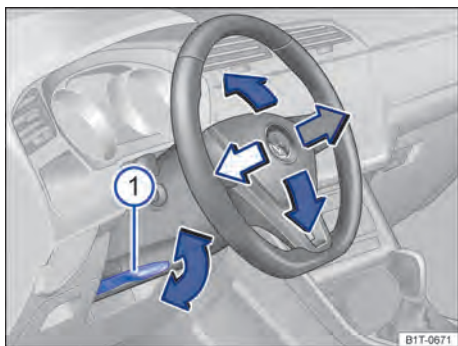

Fig. 75 Debaixo do volante no revestimento da coluna de direção: alavanca para o ajuste mecânico da posição do volante.
- Virar a alavanca → Fig. 75 ① para baixo.
- Virar a alavanca sempre com firmeza para cima → Fig. 75 ① após o ajuste, para que o volante não mude de posição involuntariamente durante a condução.